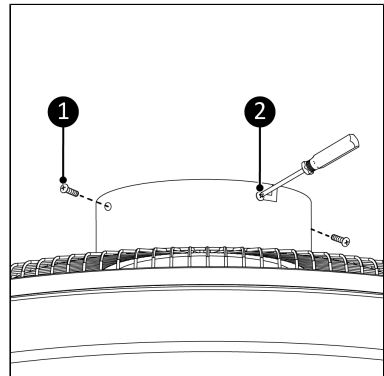

Abbildung 47.
11. Platzieren Sie die beiden Schrauben in die runden Löcher des Ventilatorgehäuses und der Montagehalterung und ziehen Sie sie fest (Abbildung 47, Pos. 1).
12. Ziehen Sie nun die beiden Schrauben der L-förmigen Langlöcher fest (Abbildung 47, Pos. 2).